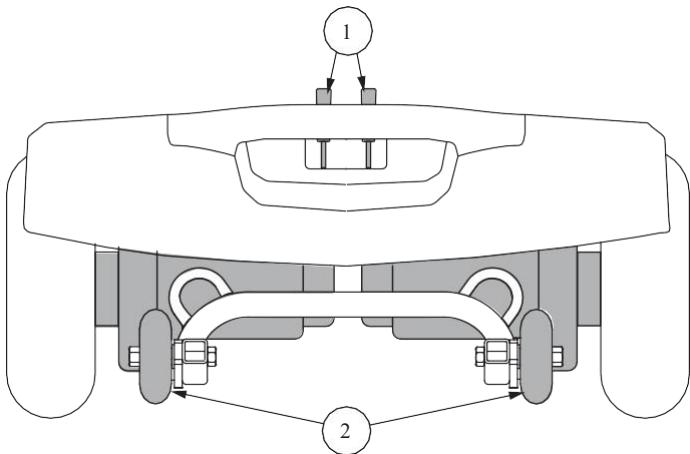

Abbildung 8. Heck-Komponenten
Für eine bequeme Handhabung verfügt Ihr Reisemobil am Motor über einen manuellen Freilaufhebel. Mit den manuellen Freilaufhebeln können Sie das Antriebssystem deaktivieren, um das Reisemobil manuell zu bewegen. Siehe Abbildung 8.
1. Der manuelle Freilaufhebel befinden sich am Heck des Elektromobils. Siehe Abbildung 8.